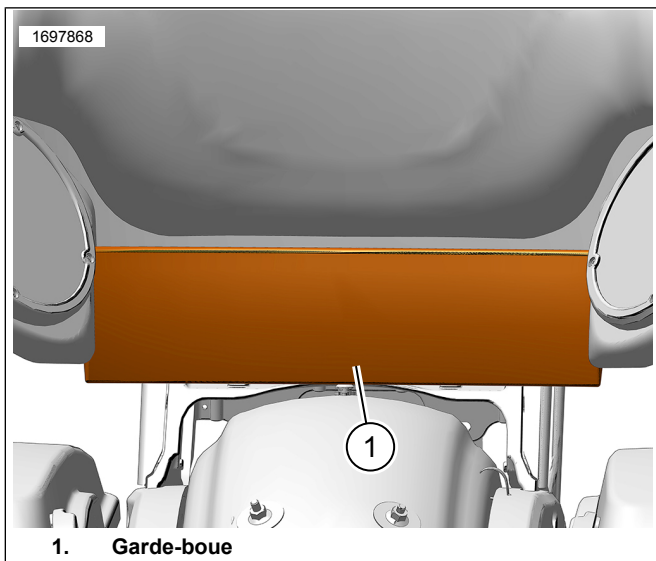

Figure 9. Garde-boue
1. Voir la Figure 9. Soulevez la garde-boue (1) pour accéder à la zone de montage.